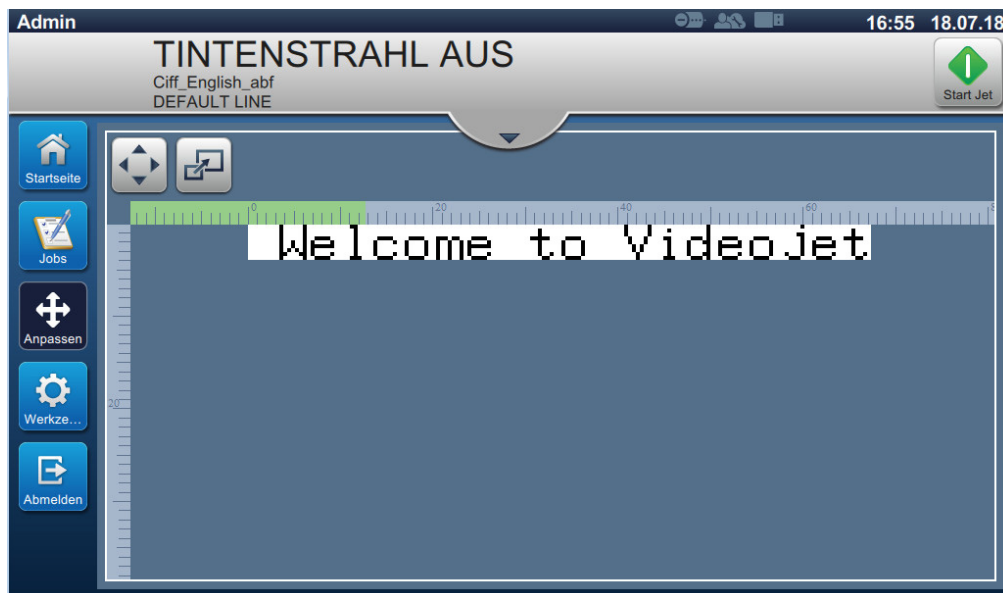

Abbildung 4-8: Anpassungsfenster
1. Berühren Sie die Schaltfläche  auf dem Startbildschirm. Der Bildschirm erscheint wie dargestellt in Abbildung 4-8.